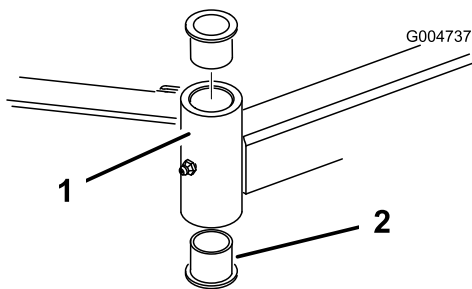

Figura 26
4. Introduza um punção para cavilhas na zona superior ou inferior do tubo de montagem e retire o casquilho para fora do tubo (Figura 26). Retire igualmente o outro casquilho do tubo. Limpe o interior dos tubos para remover a sujidade.